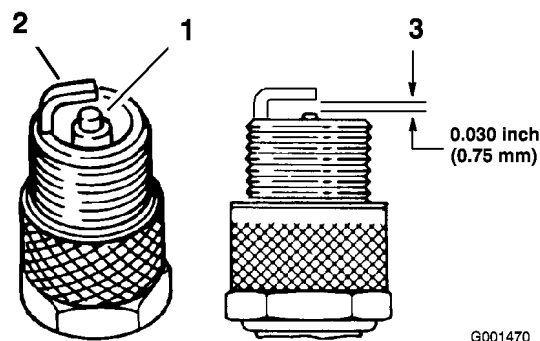

Figure 36
1. Examinez le centre des bougies (Figure 36). Si le bec de l'isolateur est recouvert d'un léger dépôt gris ou brun, le moteur fonctionne correctement. S'il est couvert d'un dépôt noir, c'est généralement signe que le filtre à air est encrassé.
3. Contrôlez l'écarterment entre l'électrode centrale et l'électrode latérale (Figure 36). Courbez l'électrode latérale (Figure 36) si l'écarterment est incorrect.
3. Connectez les bougies (Figure 36).